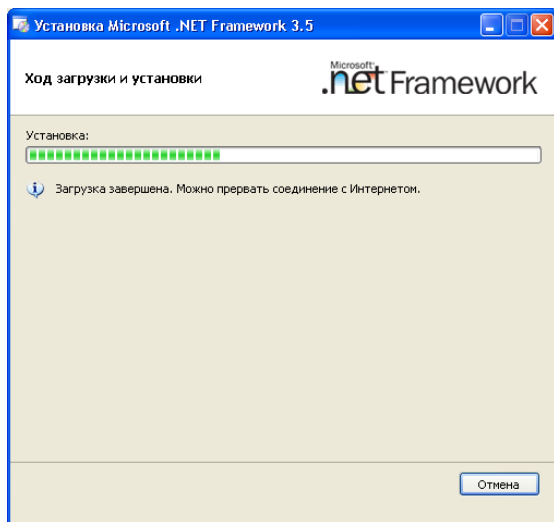

Рисунок 6.4
- 4) Для продолжения процесса установки программы "FrameWork_3.5" щелкнуть по кнопке Установить. В ходе выполнения установки на экране ПК будет отображаться окно (рисунок 6.4).